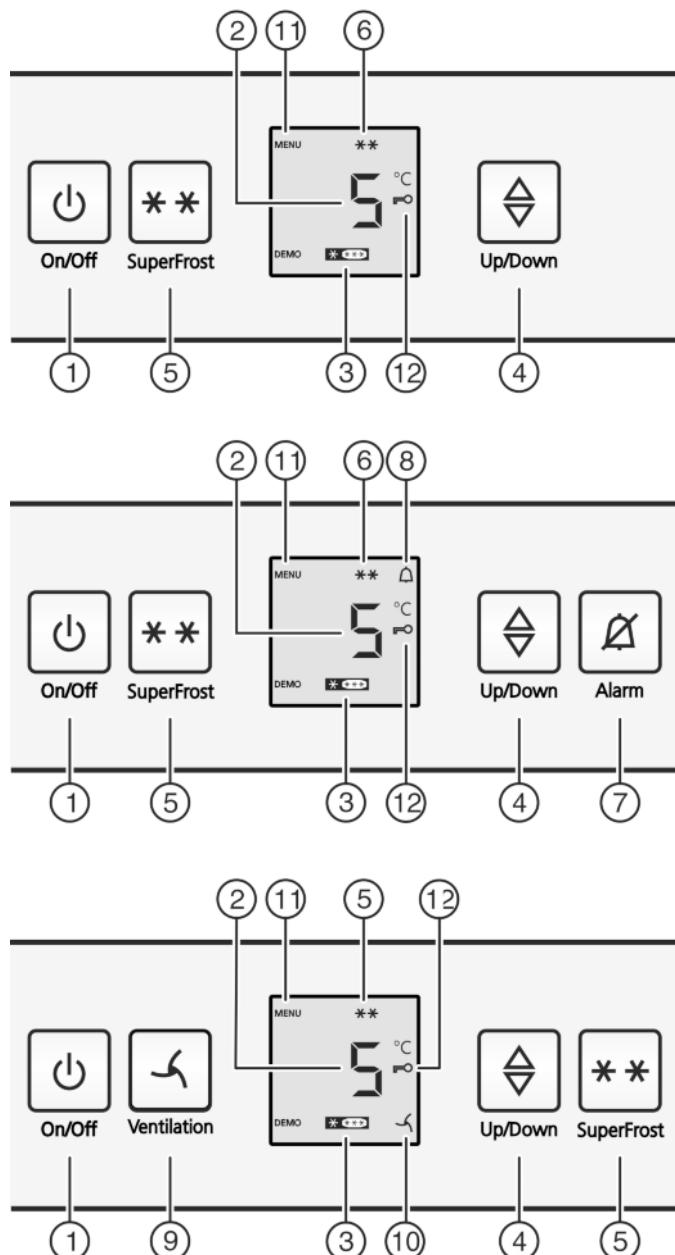

Fig. 2
- Apăsați tasta On/Off Fig. 2 (1).
- Activarea modului de reglare: Apăsați tasta SuperFrost Fig. 2 (5) timp de cca. 5 secunde.
- ▷ Pe afișaj apare simbolul Meniu Fig. 2 (11).
- Confirmați printr-o scurtă apăsare a tastei SuperFrost Fig. 2 (5).
- ▷ Simbolul protecției pentru copii Fig. 2 (12) se aprinde pe afișaj.
- Apăsați scurt tasta On/Off Fig. 2 (1).
- ▷ Simbolul protecției pentru copii Fig. 2 (12) se stinge.
► Apăsați tasta Alarm Fig. 2 (7).
Totodată clipsește și indicatorul de temperatură și simbolul Alarm Fig. 2 (8).
Avertizorul acustic este dezactivat automat, simbolul Alarm Fig. 2 (8) se stinge și indicatorul de temperatură încetează să mai clipească, atunci când temperatura revine la o valoare suficient de scăzută.
- Accesarea funcției de reglare a temperaturii: Apăsați tasta de reglare Fig. 2 (4).